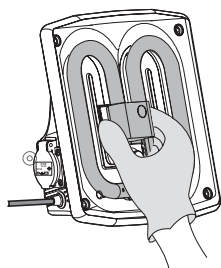

Abb. 15
5.1.3 Um das verbrauchte Leuchtmittel herauszunehmen, greifen Sie den mittleren Block des Leuchtmittels und ziehen es heraus. (Abb. 15).